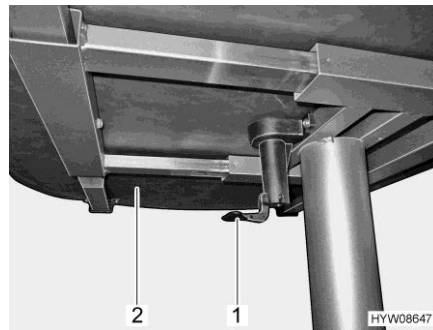

Bild 132 Spak för förskjutning av bordsskivan
- Dra eller tryck spaken (Bild 132,1) nedåt.
- Skjut bordsskivan (Bild 132,2) till önskad position.